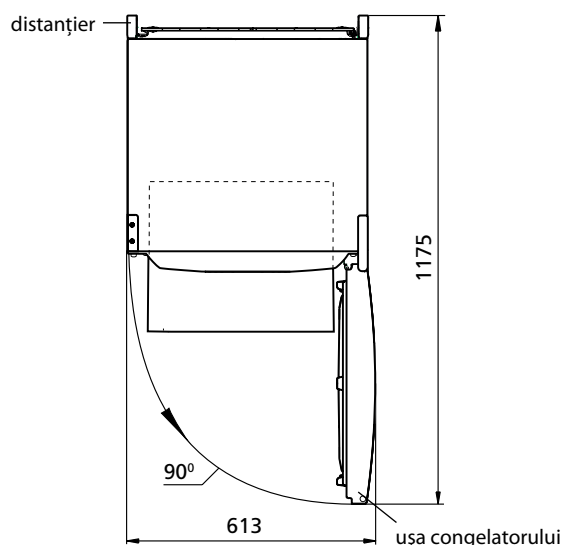

Figura 2 — Frigiderul (vedere de sus)
1.3 Spațiul total necesar pentru funcționarea frigiderului se determină de dimensiunile de gabarit, indicate în milimetri în figura 2. Pentru extragerea liberă a pieselor de completare din frigider este necesar de deschis ușa la unghiul nu mai mic de 90°.